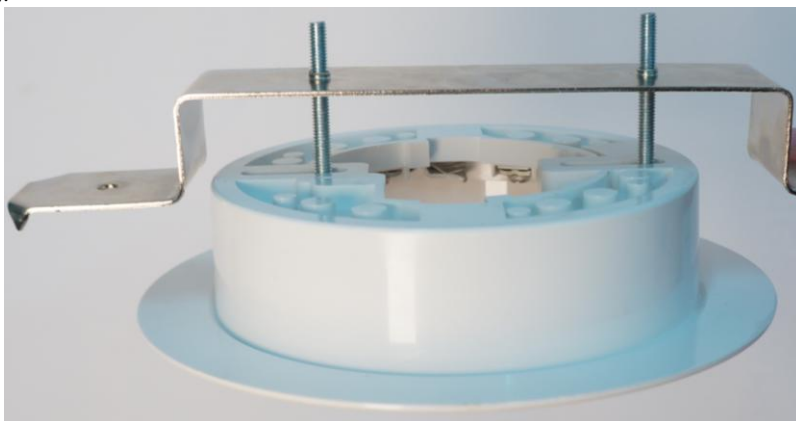

Рисунок 3
- 2.5 Установите в отверстие фланец и скрепите его с потолком в резьбовые отверстия металлической скобы с помощью винтов из комплекта поставки (см. рис. 3).